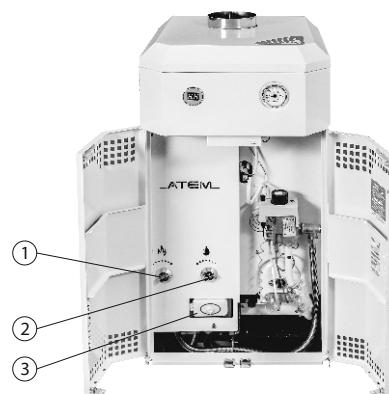

Рис. 12 Порядок роботи водонагрівача
Регулювання потужності апарату проводиться поворотом ручки "витрата газу" (1) рис. 12 в рамках положень "менше" - більше "або зміною витрати води, що проходить через апарат ручкою (2)" "Витрата води»